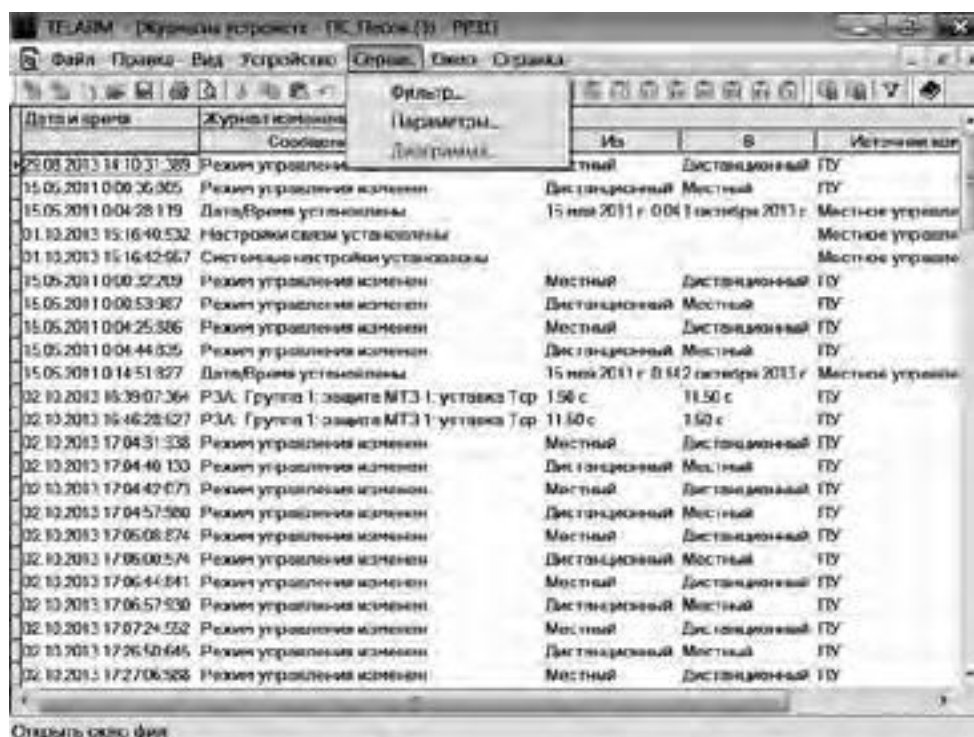

Рис. 4.37. Фильтр данных
2. В открывшемся окне настроить условия фильтрации данных (см. Рис. 4.37).